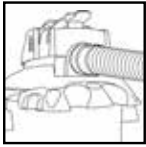

FIGURA 25
46. Esta aspiradora puede utilizarse como un soplador potente. Para utilizar la unidad como un soplador, extraiga cualquier obstrucción de la manguera. Inserte la manguera de la máquina dentro del puerto del soplador en la parte posterior de la unidad. **FIGURA 25.** Tuerza